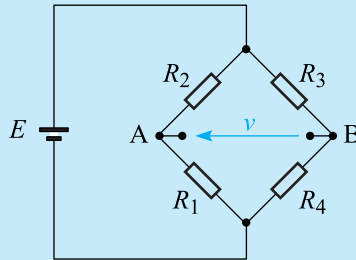

Figure 1.3 Pont de Wheatstone
1. Considérons le schéma général du pont de Wheatstone (Fig. 1.3).